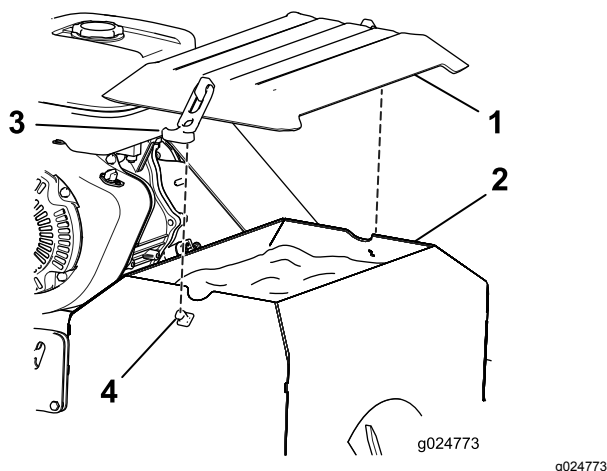

Figura 11
- Per montare il coperchio per semi (Figura 11), posizionalo sulla tramoggia per semi e fissatelo ai montanti di chiusura sui lati utilizzando i fermi in gomma.